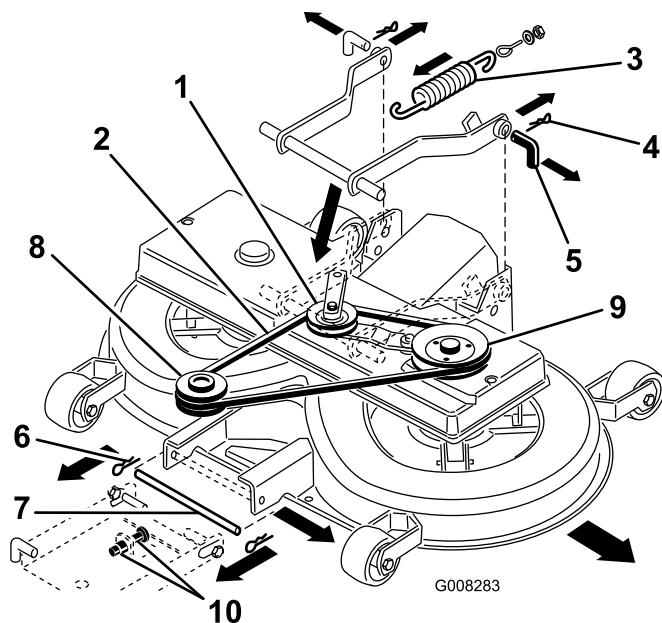

Bild 42
2. Entfernen Sie den Keilriemen und den Antriebsarm (Bild 42).
- Ziehen Sie den Spannarm nach innen. Nehmen Sie den Keilriemen von der Scheibe ab (Bild 42).
- Nehmen Sie die Feder vom Schalthebel ab (Bild 42).
- Entfernen Sie die zwei Splintclips von den zwei hinteren Stiften und nehmen Sie die Stifte ab (Bild 42).
- Entfernen Sie den Splintclip vom vorderen Stift und nehmen Sie den Stift ab (Bild 42).
- Entfernen Sie den Keilriemen von der Motorscheibe (Bild 42).
- Drehen Sie den unteren Stift der Einstellung für die vordere Aufhängung in die untere Stellung der geschlitzten Löcher. Stellen Sie hierfür die 2 Muttern (M12) an der vorderen Aufhängung ein (Bild 42).